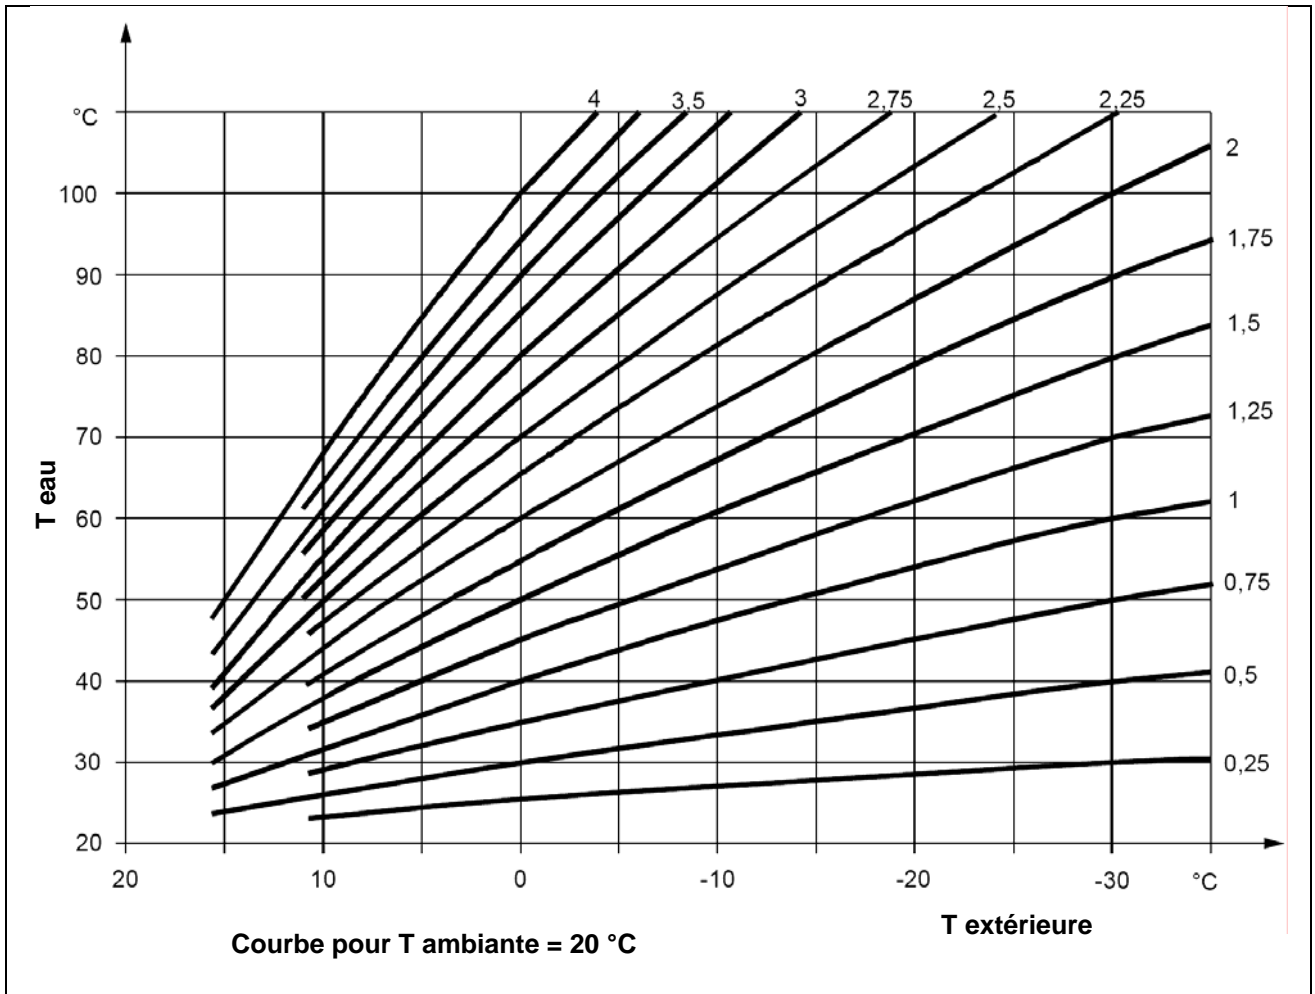

Figure 22 –GRAPHIQUE DES "COURBE DE CHAUFFAGE"
En ce qui concerne le chauffage, la famille des courbes climatiques est indiquée en Figure 22 et le choix de la courbe à utiliser s'opère en spécifiant la valeur d'un paramètre indiquant la pente de la courbe. La courbe ainsi définie ainsi se rapporte à une température de consigne de l'ambiance intérieure de 20 °C ; si la température de consigne est différente, le système approprié adaptera automatiquement la courbe utilisée.
- En utilisant le graphique de la Figure 22, choisissez la courbe remplissant la condition du point précédent ; pour l'exemple au point précédent, voir Figure 23.